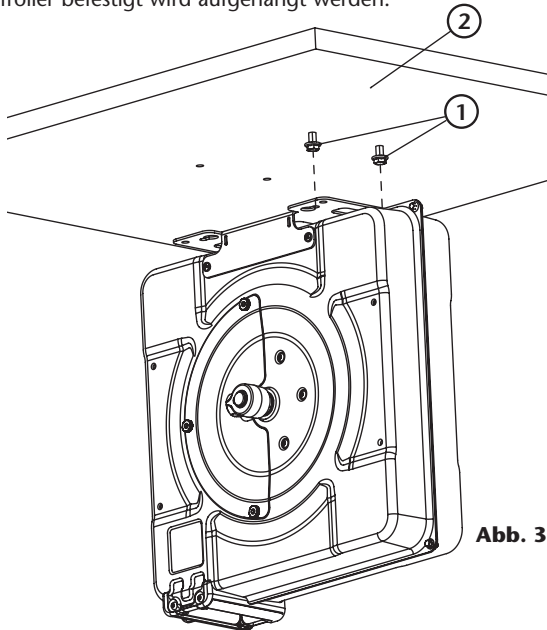

Abb. 3
- Um den Schlauchaufroller auf der Montagefläche (2) (Abb. 3) zu installieren, wird empfohlen, zuerst 2 M10-Schrauben (1) (Abb. 3) in die Fläche einzuführen, wobei ihre Köpfe hervorstehen, auf denen der Aufroller befestigt wird aufgehängt werden.